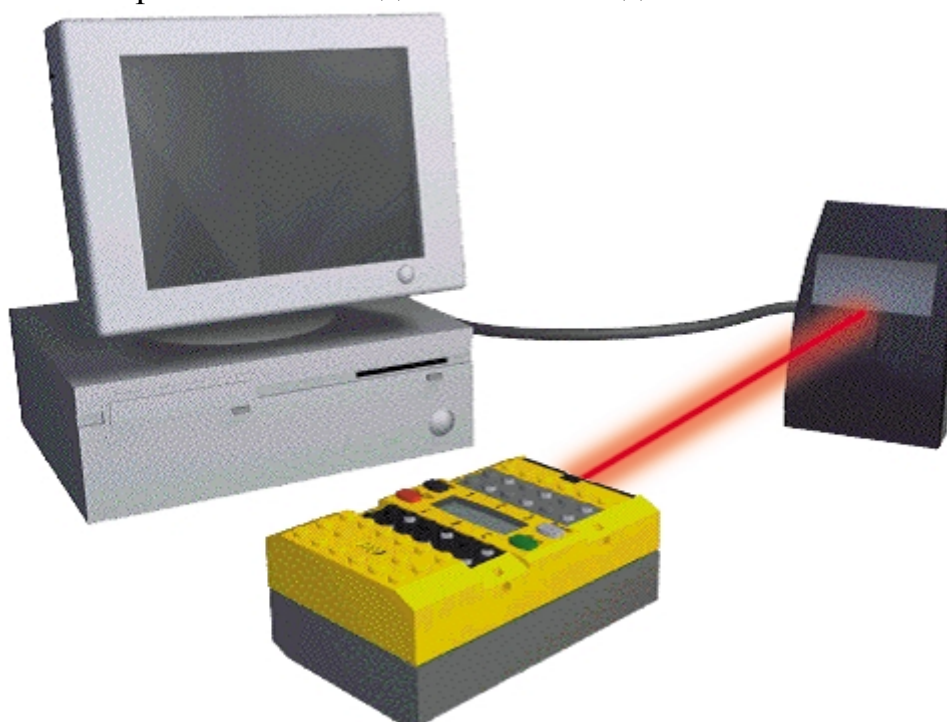

Рис.3
Когда происходит обмен данными между ПК и RCX, в левой части дисплея появляется индикатор близости в виде символа V, «залитого» до уровня, пропорционального расстоянию между ИК-башней, подключённой к ПК, и ИК-портом блока RCX (рис.3).
- Убедитесь, что ИК-порт (ИК-башня) присоединен к одному из USB-портов ПК и находится в зоне видимости блока RCX (рис.3).